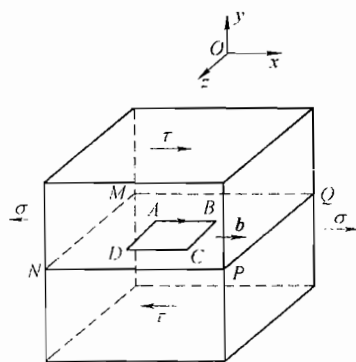

图 26-3 第三题第 2 小题图
2. 已知位错环 ABCD 的柏氏矢量为 \mathbf{b} , 外应力为 τ 和 σ , 如图 26-3 所示。